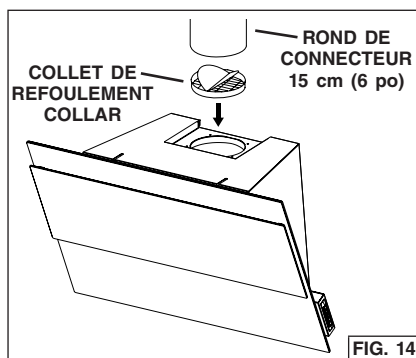

FIG. 14
10. Appuyez sur le collet de refoulement dans le connecteur de la canalisation de la hotte. Fig. 14.